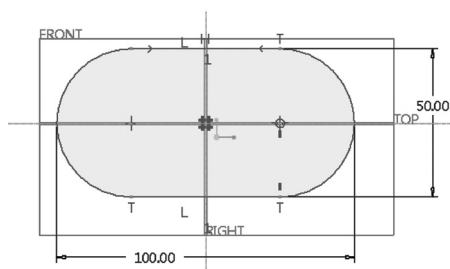

图 4-54 绘制将作为扫描轨迹的闭合图形
3) 在功能区的右侧打开“基准”列表, 接着从“基准”列表中单击 (草绘) 按钮, 弹出“草绘”对话框, 选择 FRONT 基准平面作为草绘平面, 默认以 RIGHT 基准平面为“右”方向参考, 单击“草绘”按钮, 进入草绘器。绘制图 4-54 所示的闭合图形作为扫描轨迹, 单击 (确定) 按钮。